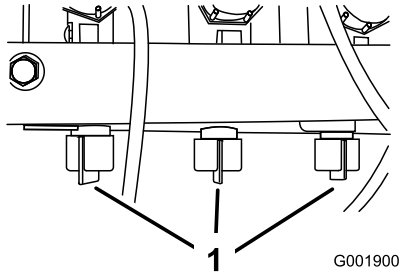

Bild 29
12. Stellen Sie das Sicherheitsventil des Spritzgestänges (Bild 29) unter dem Spritzgestängesteuerventil des Spritzgestänges ein, das Sie abgestellt haben, bis der am Druckmanometer angezeigte Druck dem Wert in Schritt 9 entspricht.